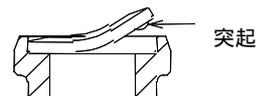

図3. パッキン挿入方法
- ii. パッキンを図3の様に端から挿入して下さい。向きは、リング状の突起がある面が下になります。